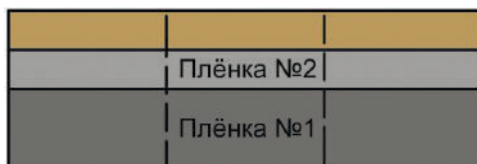

Рис. 10 Тыльная сторона коньково-карнизной черепицы.
- 10.1.1 Перед укладкой гонта коньково-карнизной черепицы Döcke PIE на крышу снимите плёнку №1. Плёнку №2 снимать не требуется (рис.10).